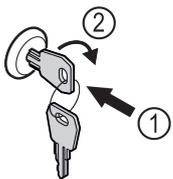

Fig. 91
- ▶ Schlüssel hineindrücken Fig. 91 (1).
- ▶ Schlüssel um 90° im Uhrzeigersinn drehen Fig. 91 (2).